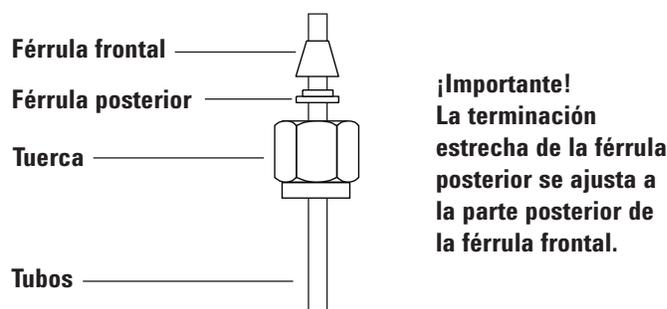

Figura 14. Tuercas Swagelok y férrulas
- 1 Coloque una tuerca Swagelok, una férrula posterior y una férrula frontal en la tubería tal como se muestra en la **Figura 14**.